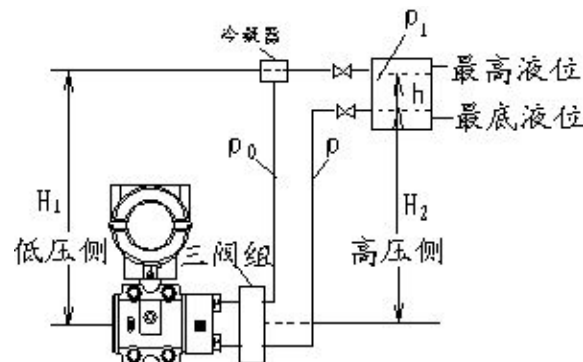

图 3.8 差压变送器测量闭口容器的液位
a. 湿管：变送器的高压侧连接到容器的下部取压口，低压侧连到容器的上部取压口，如图 3.8 所示。